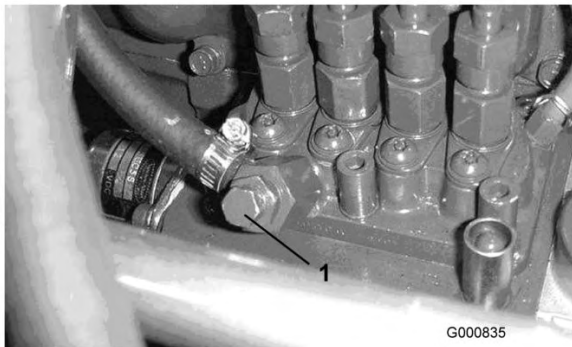

Figura 37
5. Abra el tornillo de purga de aire de la bomba de inyección de combustible (Figura 37).